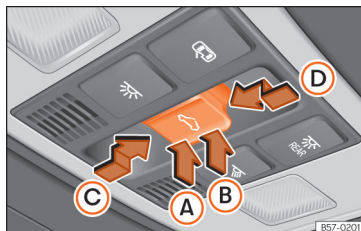

Abb. 90 Im Dachhimmel: Taste des Glasdachs.
Die Taste **Abb. 90** hat zwei Stufen. In der ersten Stufe kann das Glasdach ausgestellt sowie ganz oder teilweise geöffnet oder geschlossen werden.
- *Glasdach*: 5 Sekunden ab der Aktivierung des Einklemmschutzes verstreichen, drücken Sie die Taste **Abb. 90** bis zur zweiten Stufe in Pfeilrichtung »» **Abb. 90** **D** bis das Dach vollständig schließt.